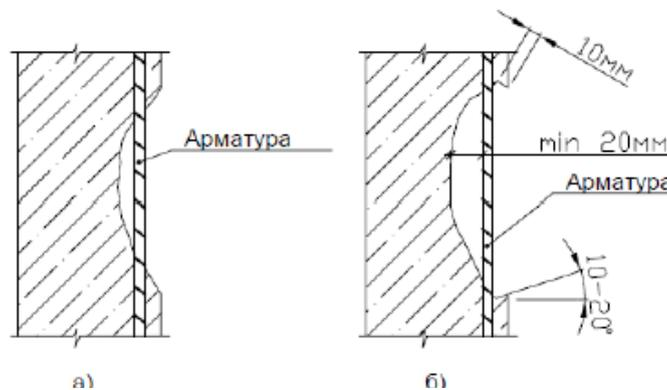

Рис. 1 Подготовка дефекта к заделке а)
- границы дефектного участка оконтуривают пропилами по прямым линиям (например, с помощью шлифмашинки или алмазной пилы). Глубина надреза не менее 10 мм. Пропилы делают с легким наклоном в сторону дефекта (10-15 градусов) так, чтобы не повредить стержни арматуры (см. Рис. 1);